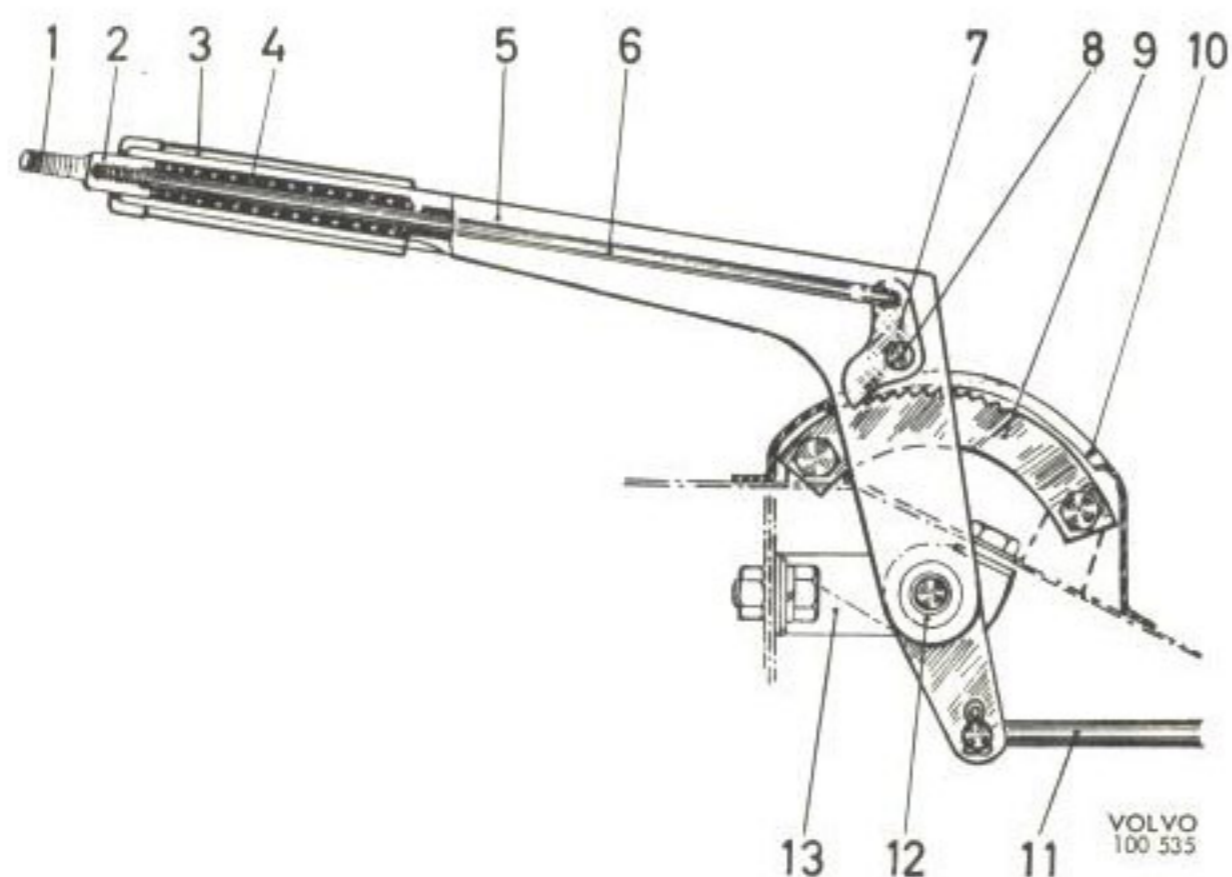

Bild 112. Manöverspak, 120
2. Ta bort saxpinnen och sträck vajrarna så att dragstången (11 bild 112) kan lossas från hävarmen. Demontera konsolen (13).
5. Skruva ur låsskruven och demontera bygeln (1 bild 112) och knappen (2). Ta ut fjädern (4) ur spaken. Demontera niten (8) och ta ut tryckstång (6) och spärrhake (7).
6. Montera de nya delarna i omvänd ordningsföljd, jämför bild 112. Se till att niten sitter ordentligt fast utan att spärrhakens rörelse hindras. Smörj bussningarna med ett tunt lager universalfett. Glöm inte att låsa dragstången och se till att gummit vid axeln tätar ordentligt.